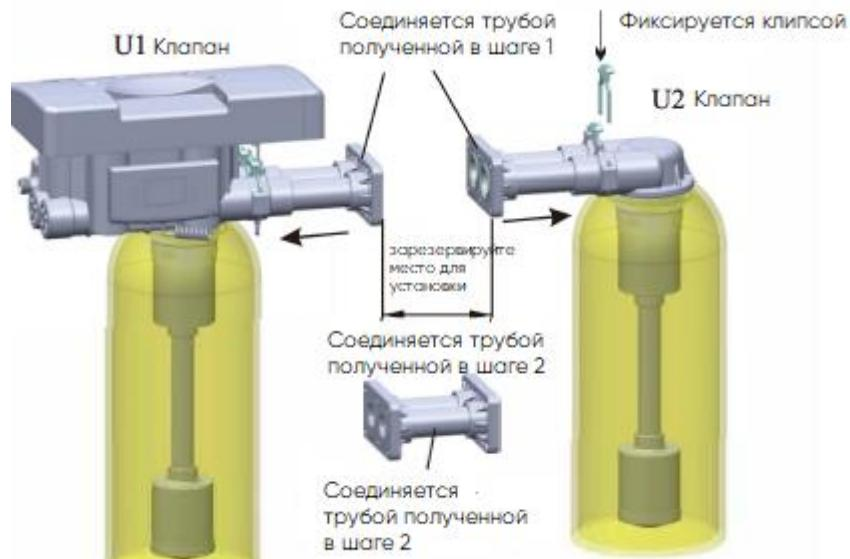

Рисунок 2-1-3
3. Как показано на рис. 2-1-3, вставьте соединительную трубу, завершенную в шаге 1, в клапан U1 и клапан U2 и закрепите ее с помощью зажима. (Монтажное пространство должно быть зарезервировано для соединительной трубы, завершенной на этапе 2)